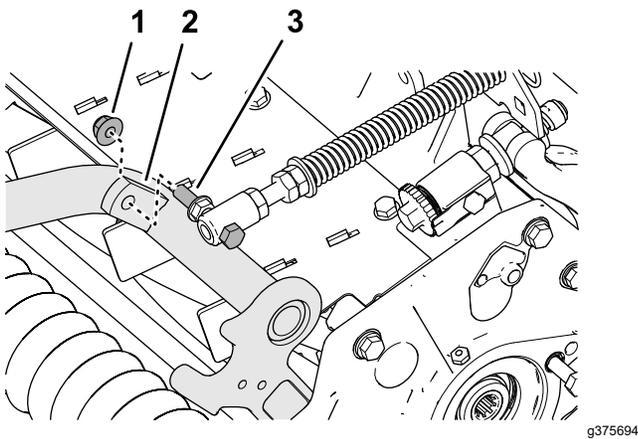

Рисунок 20
4. Установите колпачковый винт пружины компенсации состояния грунта на правый выступ несущей рамы (Рисунок 20) с помощью фланцевой контргайки (3/8 дюйма).